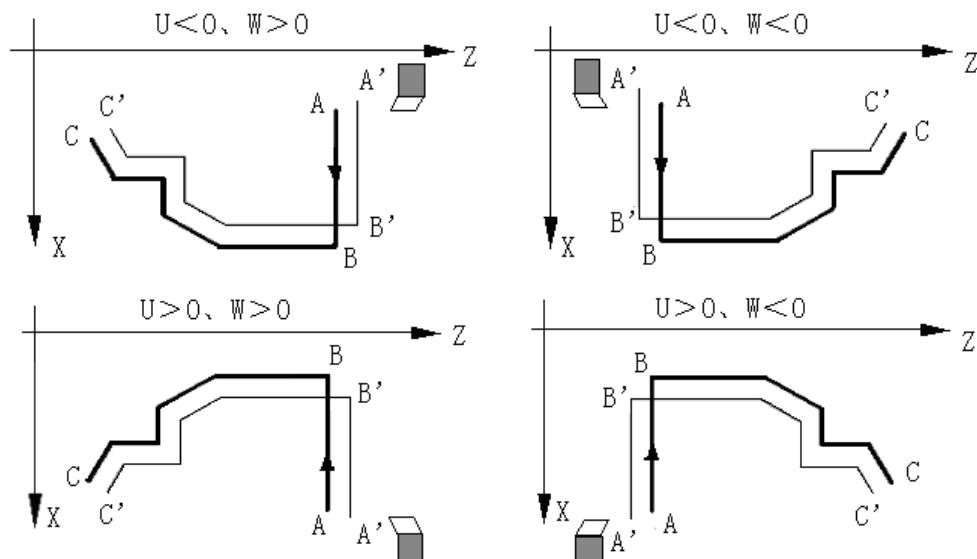

图 4-16-4
- 1) 执行指令①时，坐标轴没有实际运动，系统自动将偏移量记忆到内部，一直有效；如果未指定，则默认为 0。
- 2) G71 指令①设置的偏移量仅对 G71 指令②起作用。
- 3) G71 指令①中的 U、W 字段必须同时指定，不能只写一个。
- 4) G71 指令③中的 X(U)、P、Q 字段应该与 G71 指令②一致；如果要写，必须写完整；而且字段范围与指令②相同。
- 5) G71 指令③中，P~Q 程序段中的指令编程规则同粗车 G71 指令②相同。
- 6) 系统执行粗车 G71 指令②时，自动记忆最近的 G71 中的 X(U)、P、Q 字段数据；如果 G710 省略了 X(U)、P、Q 字段，则直接引用内部记忆的数据。因此，如果是对最近粗车过的 G71 轨迹进行精车，则可以省去 G710 之后的字段。
- 9) G710 与 G71 指令②一样，内部可以进行刀尖半径补偿，编程规则、格式与 G71 指令②一样。
- 10) 留粗车余量时坐标偏移方向：指令①的 U、W 反映了精车时坐标偏移和切入方向，按 U、W 的符号有四种不同组合，见图 4-16-4，图中：B→C 为精车轨迹，B'→C' 为粗车轮廓，A 为起刀点。